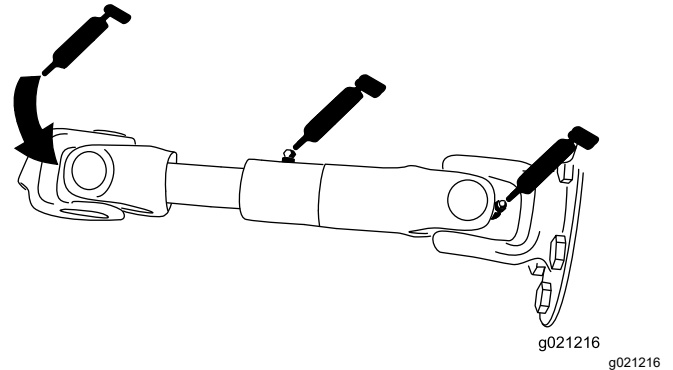

Рисунок 107
- Вал привода насоса (3 шт.) (Рисунок 107)